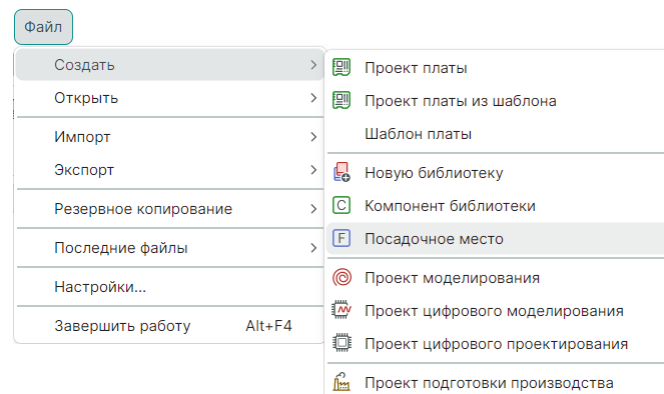

Рис. 72 Создание посадочного места через главное меню
1.1. Активируйте инструмент «Посадочное место» в главном меню «Файл» → «Создать» → «Посадочное место», см. Рис. 72.